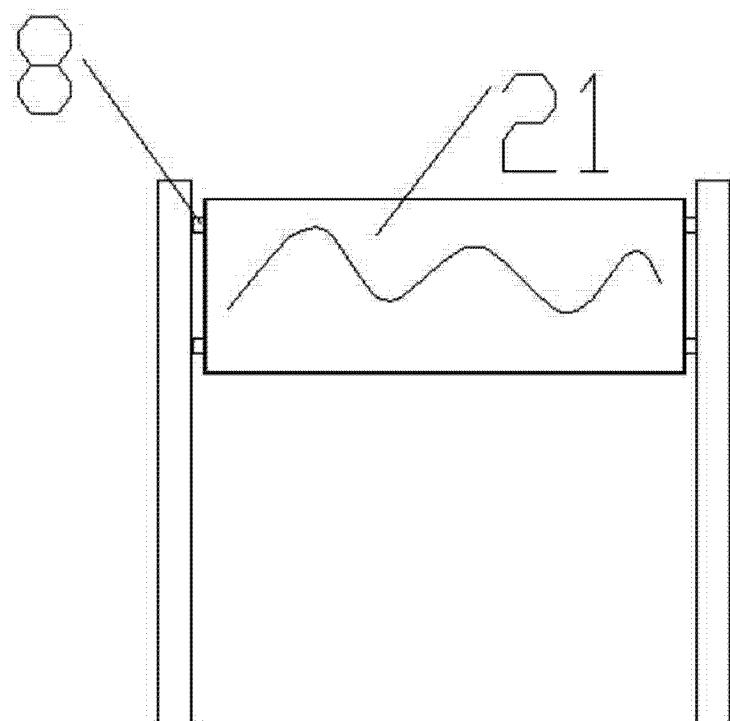

图 6
- [0018] 图 6 为本实用新型中实施例一中指示牌安装后的反面示意图；